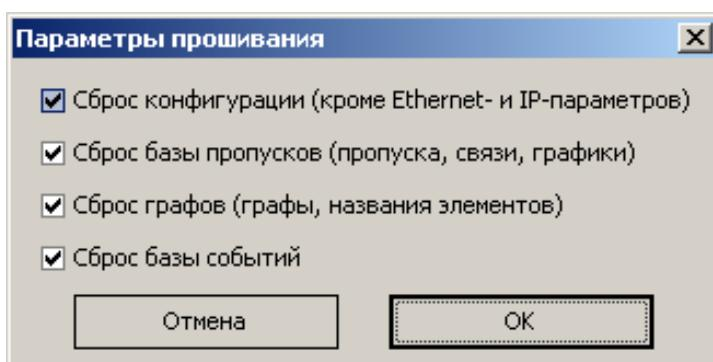

Рисунок 31 – Параметры прошивки
7. Появится окно параметров прошивания (Рисунок 31). Выбрать все параметры и нажать «OK».